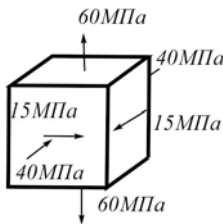

Рис. 2.31
**2.31. Для объемного напряженного состояния, показанного на рис. 2.31, определить наибольшее касательное напряжение.**